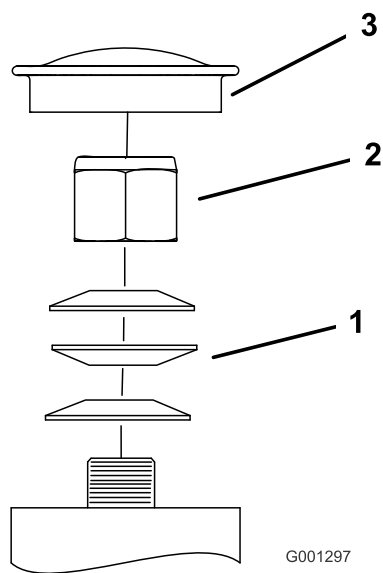

Figura 79
3. Togliete il coperchietto antipolvere dalla ruota orientabile e serrate il dado di bloccaggio (Figura 79).
4. Serrate il dado di bloccaggio finché le rondelle elastiche non sono piatte, quindi allentate di un quarto di giro per mettere a punto il precarico sui cuscinetti (Figura 79).
Importante: Verificate che le rondelle elastiche siano correttamente montate, come riportato nella Figura 79.
5. Montate il coperchietto antipolvere (Figura 79).